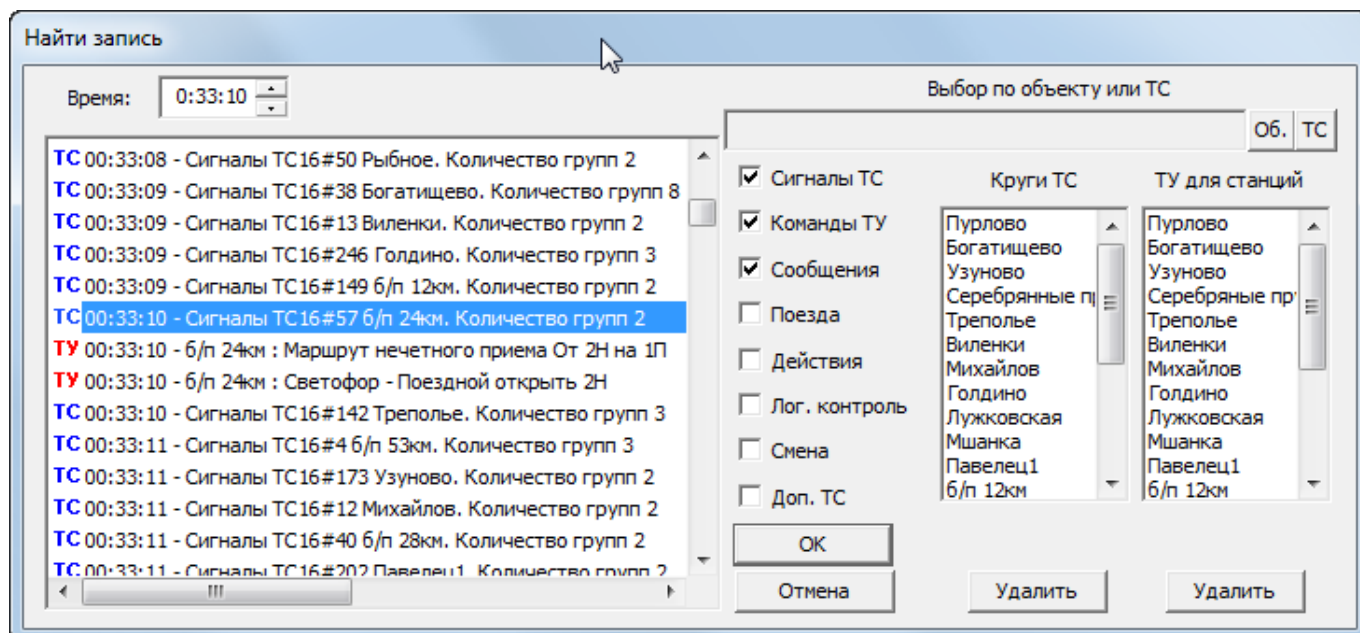

Рис.4.7. Окно поиска событий протокола АРМ
- *Поиск* - поиск произошедшего события. При поиске можно задать один из двух фильтров выборки событий, отображаемых в окне поиска событий протокола (Рис.4.7).